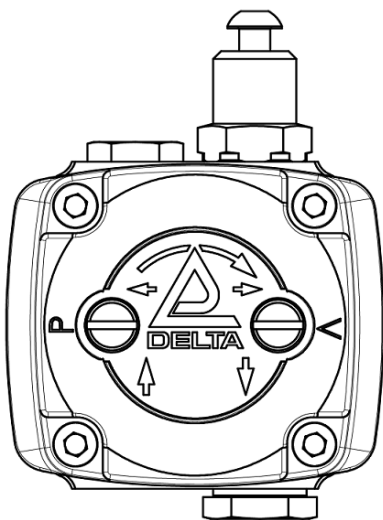

Abb. 1
- Entfernen Sie den 1/4" Stopfen vom Rücklaufanschluß mit einem 19 mm Gabelschlüssel (Abb. 1).
- Verschließen Sie den Rücklaufanschluß mit einem 1/4" Metallstopfen (Abb. 1).